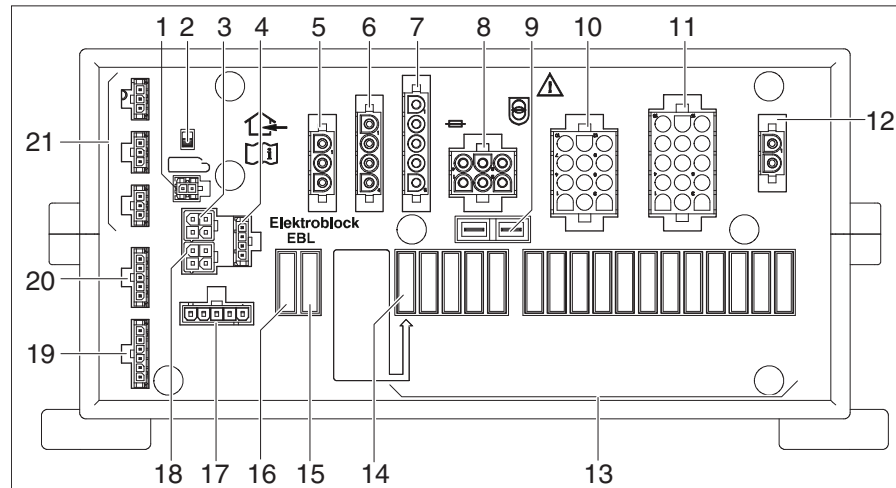

Bild 267 Elektroblock (EBL 402/403)
Einbauort Der Elektroblock EBL 402/403 (Bild 267) befindet sich in der Heckgarage auf der rechten Seite.
- ▷ Der Batterie-Trennschalter (Bild 267,2) trennt alle Verbraucher, die am Elektroblock angeschlossen sind, vom 12-V-Netz.
- Batterie-Trennschalter (Bild 267,2) drei Mal hintereinander aus- und wieder einschalten.